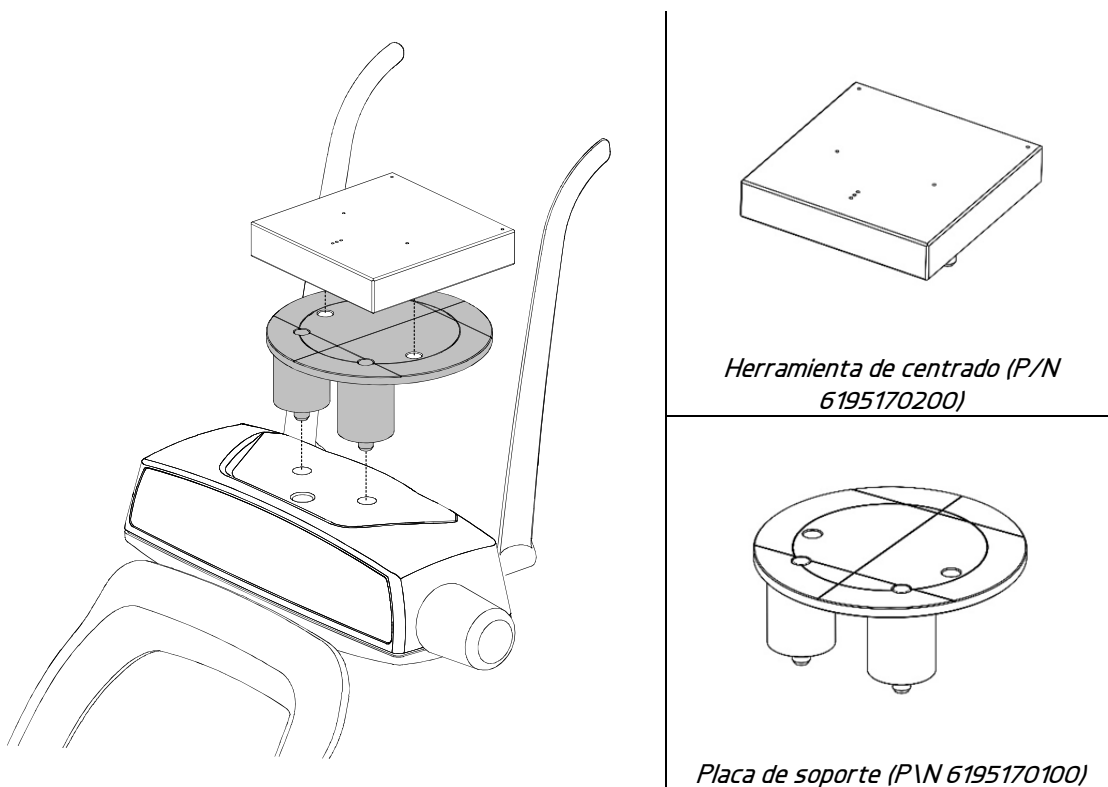

Figura 5: Soporte de la placa y colocación de la herramienta de centrado
Encienda la unidad y reinicie el eje presionando el botón >0<. Cuando al eje se haya posicionado, coloque la placa de soporte (P/N 6195170100 - Figura 5) en la mentonera y encienda el láser. Compruebe que el rayo láser medio sagital esté alineado con la línea de referencia de la placa de soporte (± 3 mm).
4. Monte la herramienta de centrado en la placa de soporte y colóquela en la mentonera (Figura 5).